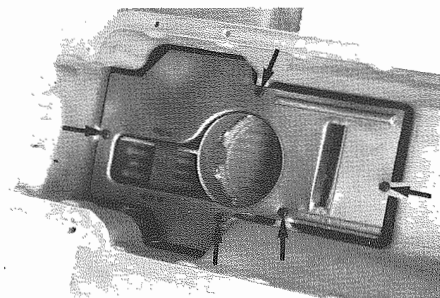

Fig. 86 - Smontare la paratia antisciacquo
- Smontare la paratia antisciacquo (**Fig. 86**).
- Disassemble splash protection (**Fig. 86**).